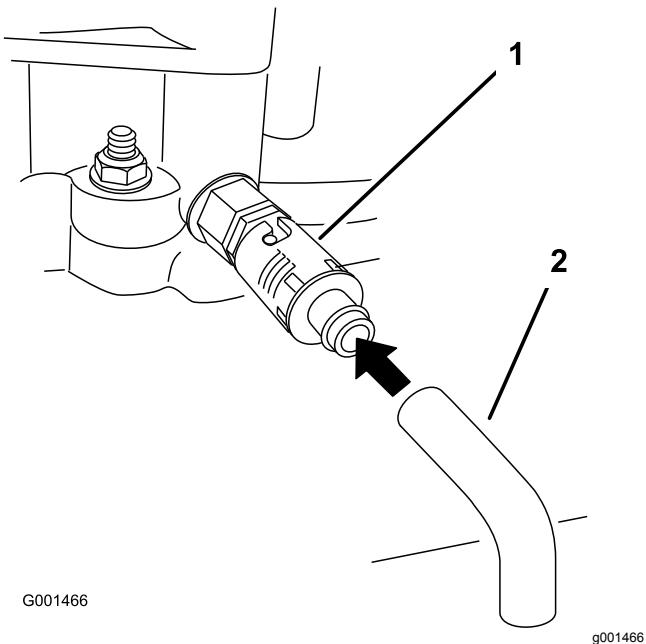

Figura 26
- Gire la válvula de vaciado para que se drene el aceite (Figura 26).
9. Retire el tubo de vaciado (Figura 26).